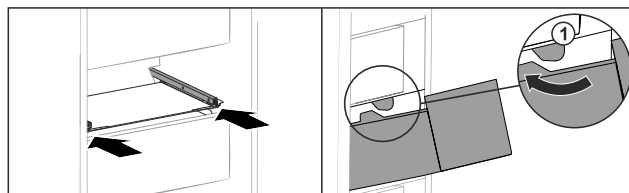

Fig. 160
- ▶ Før skuffen omkring stoppe Fig. 160 (1).